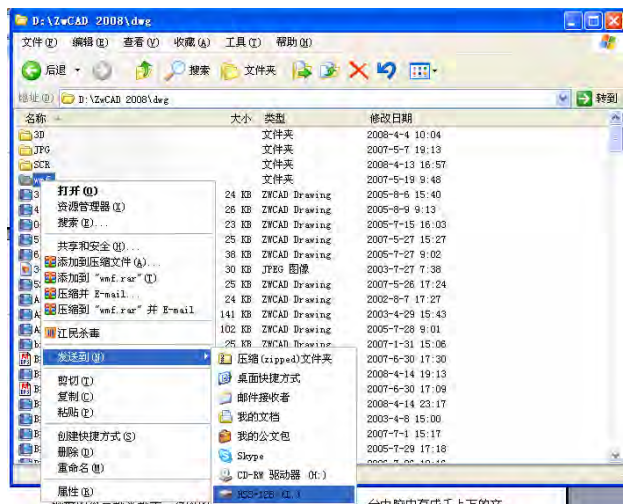

图 A-4 发送文件
- 2) 单击鼠标右键，依次选择“发送到→可移动磁盘”或“邮件接收者”选项，如图 A-4 所示。